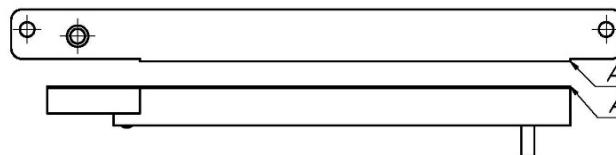

Рис.4
4.4 Корпус замка (1) крепится на дверную коробку напротив якорной платы. Для обеспечения эксплуатационных характеристик рабочие поверхности корпусной части и якорной платы должны плотно прилегать друг к другу при закрывании двери.
**ВНИМАНИЕ!** При монтаже замка правильное положение якорной части относительно корпуса обеспечивается при совмещении кромок А (рис.4).